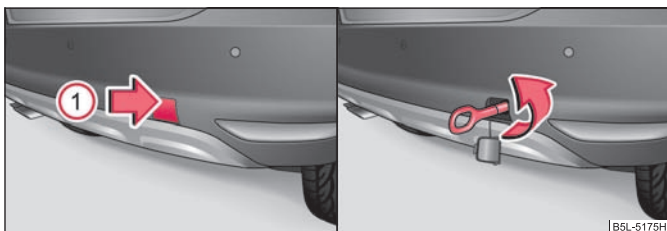

Fig. 191 Paragolpes trasero: Desmontaje de la cubierta / montaje de la argolla de remolque
- Presione la mitad superior de la cubierta en la dirección de la flecha ① ⇒ fig. 191.
- Saque la cubierta del paragolpes trasero ⇒ fig. 191.
- Enroscar la argolla de remolque a mano hacia la izquierda hasta el tope ⇒ fig. 191 y apretarla con la llave de rueda (insertar la llave de rueda a través de la argolla).